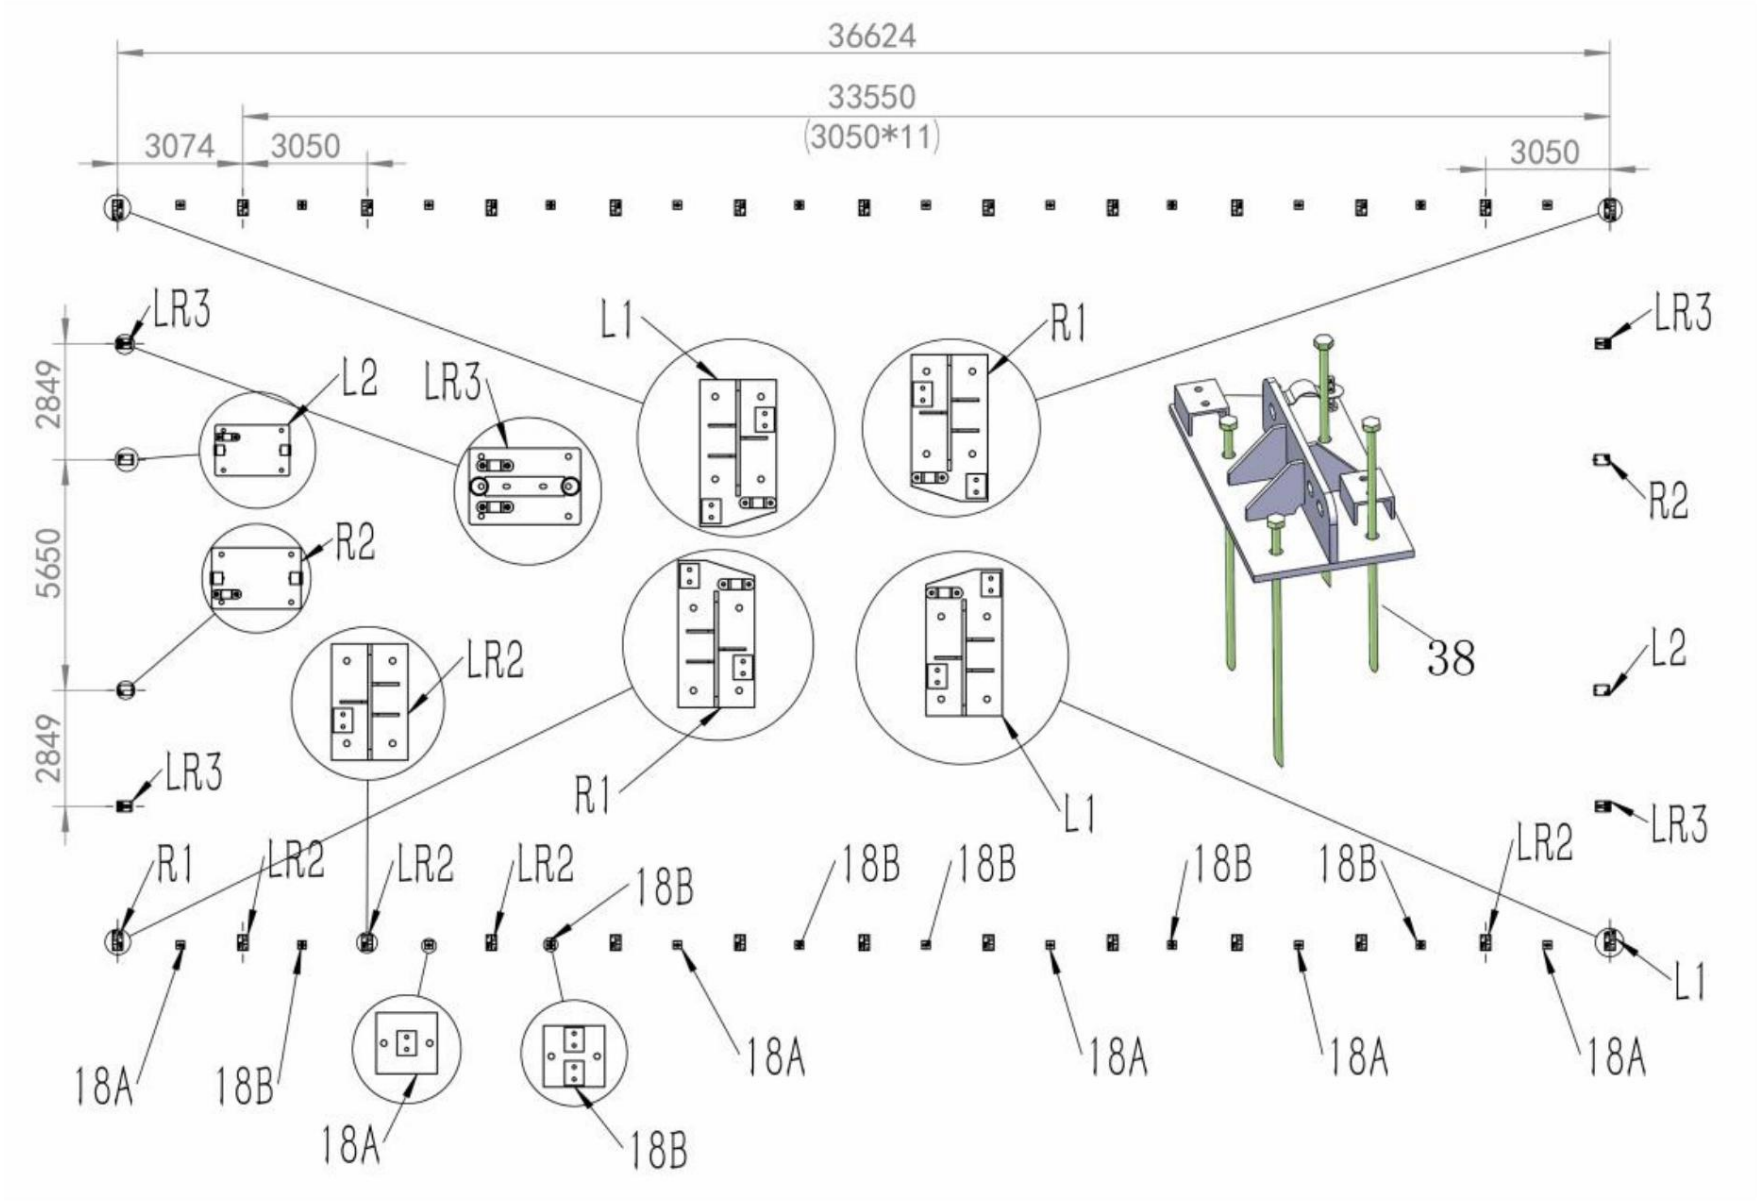

Figure 1
2. Veuillez vous référer au schéma (Figure 1) pour placer les plaques de base.
3. Comme le montre la figure 1, chaque plaque de base est équipée de 4 piquets (n° 38) ou de vis d'expansion.